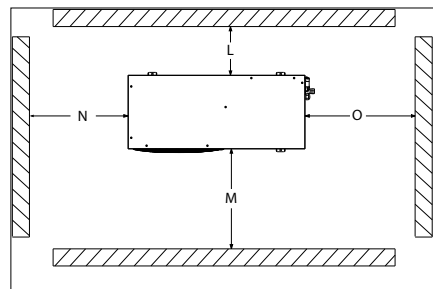

Figura 1: Distanțe minime de montare
- Asigurați spațiu corespunzător în jurul grupului pentru circulația aerului și deschiderea ușilor. Consultați figura 1 pentru valorile minime ale distanțelor la pereți.